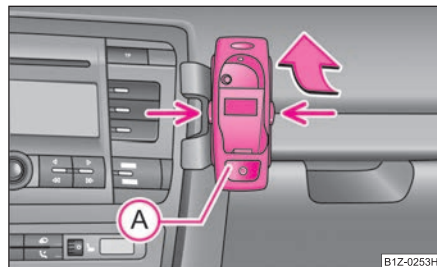

Fig. 152 Adaptare universală pentru telefon
- Împingeți mai întâi adaptorul (A) în sensul săgeții ⇒ fig. 152 în suport. Apăsați ușor adaptorul pentru a vedea dacă s-a fixat.
- Așezați telefonul în adaptorul (A) (conform instrucțiunilor producătorului).
- Apăsați simultan elementele de blocare laterale ale suportului și scoateți telefonul cu adaptorul ⇒ fig. 152.